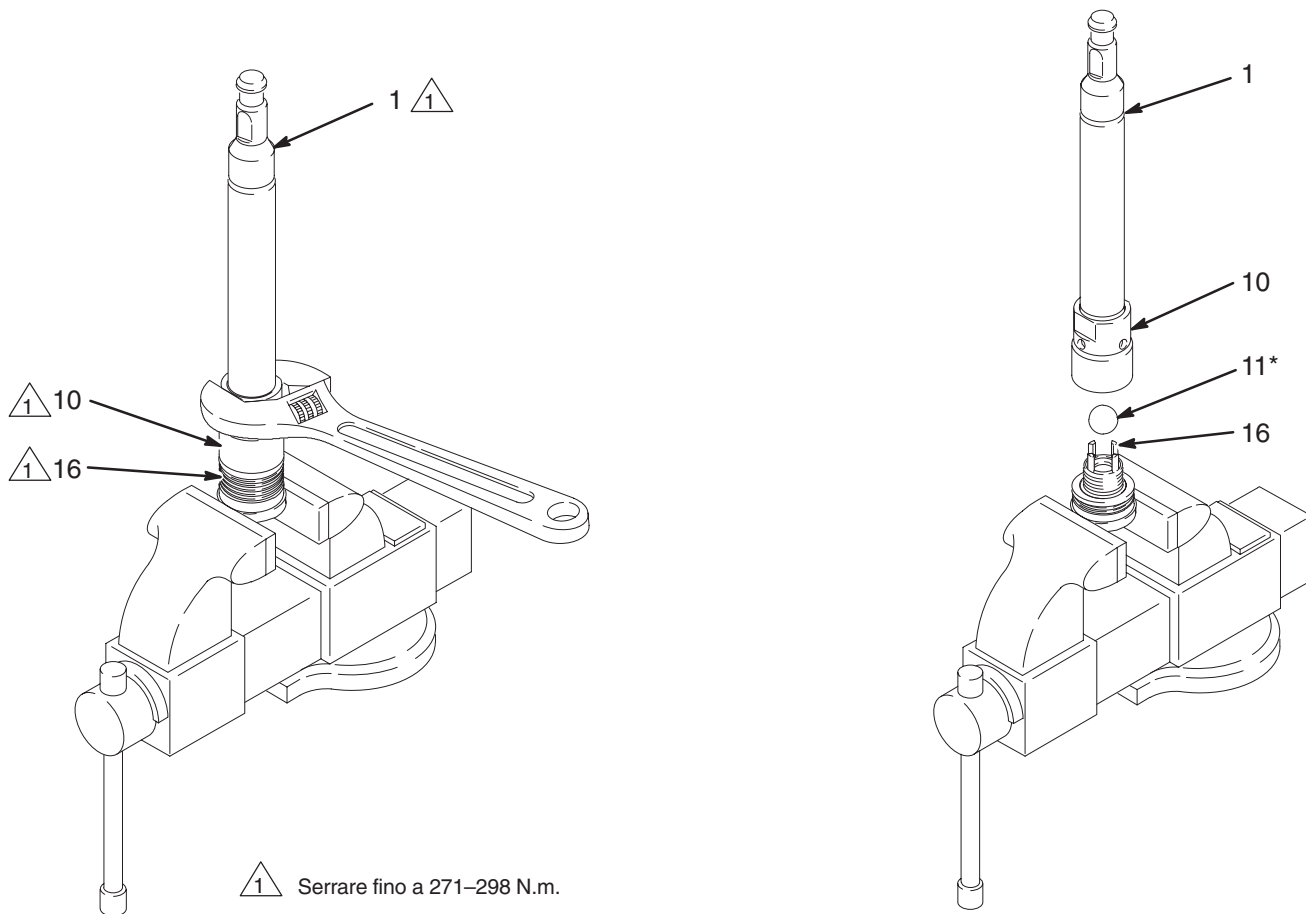

Fig. 8
3. Montare le rondelle dell'alloggiamento della sede del pistone (16) in una morsa. Posizionare la sfera (11\*) sulla sede del pistone. Avvitare a mano il corpo (10) della sfera del pistone nel corpo della sede del pistone, poi serrare fino a 271–298 N.m. Fare riferimento alla Fig. 8.